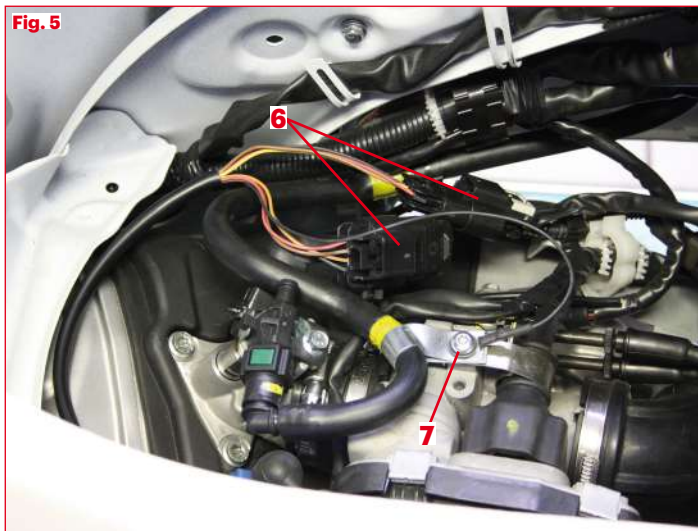

Fig. 6
Art. 5514746 (Fig. 6)
- Die auf dem Auspuff positionierte Lambdasonde (8) wurde ermittelt, die Kabelverbindung bis zum Konnektor führen.
- Den Injektor (9) ermitteln und ihn durch Zwischenschaltung des vom O2-Regler (Fig. 6) ausgehenden Konnektors trennen.
Achtung: den Ösenanschluss mit dem Drosselklappengehäuse (10) verbinden, um Fehlfunktionen des Systems vorzubeugen (Fig. 6).
- Tras identificar la sonda lambda (8) posicionada en el silenciador, siga el cableado hasta alcanzar el conector.
- Identifique el inyector (9) y desconéctelo introduciendo el conector procedente del O2 controller (Fig. 6).
(10), para evitar el funcionamiento incorrecto del sistema (Fig. 6).